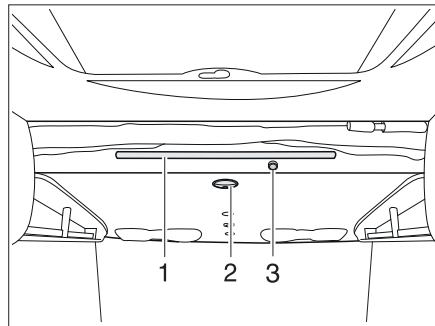
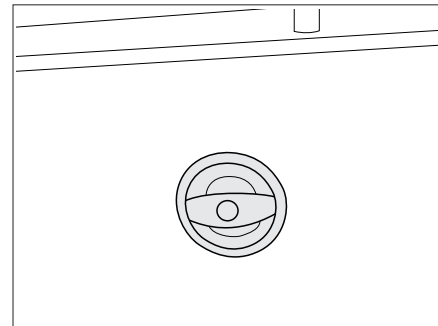

Fig. 105 Lit escamotable manuel
Fig. 106 Poignée du lit escamotable
- Tourner la poignée noire (Fig. 105,2 et Fig. 106) à la face inférieure du lit pour défaire le verrouillage.
- Tirer le lit escamotable à deux mains vers le bas par la barre de maintien (Fig. 105,1), en exécutant une courbe, jusqu'à ce qu'il s'encliquette de façon perceptible.
- Pousser sur le bouton à la face avant du lit escamotable (Fig. 105,3) pour déverrouiller le sommier à lattes escamotable.
- Tirer à deux mains sur la barre de maintien (Fig. 105,1) pour agrandir la surface du lit.